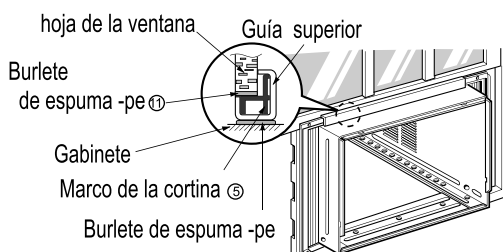

Fig. 2
2. Deslice la unidad desde el gabinete asiendo la manija de la base de la bandeja base mientras con la otra mano sostiene el gabinete. FIG.2
2. Tire la hoja inferior de la ventana detrás de la guía superior hasta que se encuentren. Fig. 2